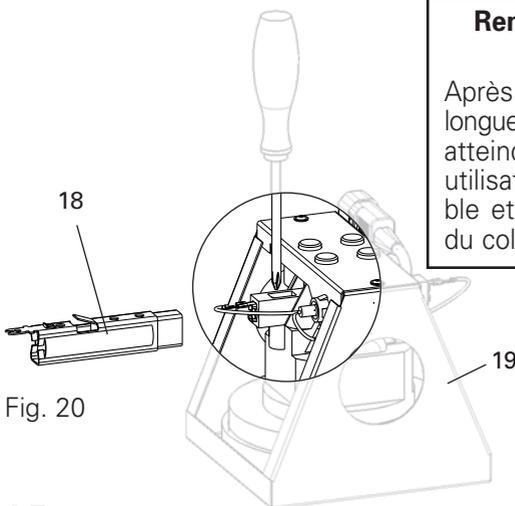

Fig. 20
- Le remplacement des balais de carbone nécessite le démontage du bloc moteur ! Poussez la languette métallique vers le bas à l'aide d'un objet émoussé (Fig. 20) et retirez le support des balais de carbone. Insérez maintenant le balai de carbone (voir 4.5 Pièces de rechange) jusqu'à ce que le balai de carbone s'enclenche et montez toutes les pièces en ordre inverse.